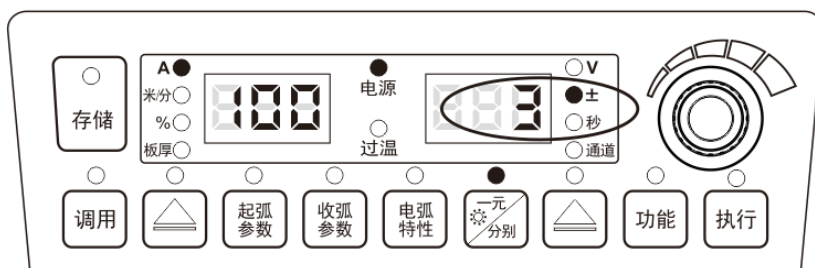

图 3-2 一元化匹配电压修正值界面
2. 将“右循环切换”键切换至一元化电压修正值“±”；指示灯亮或闪烁时，通过调节送丝机上的电压旋钮或焊接电源上的面板旋钮，可对一元化模式下自动匹配的电压进行微调，如图3-2所示。